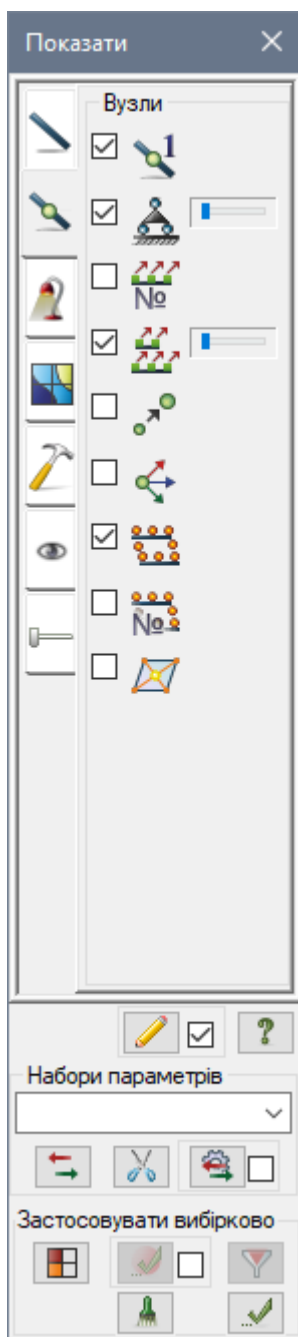

Рис. 9.6. Діалогове вікно Показати
- В діалоговому вікні **Показати** (рис. 9.6) перейдіть на другу закладку **Вузли** і встановіть прапорець **Номери вузлів**.